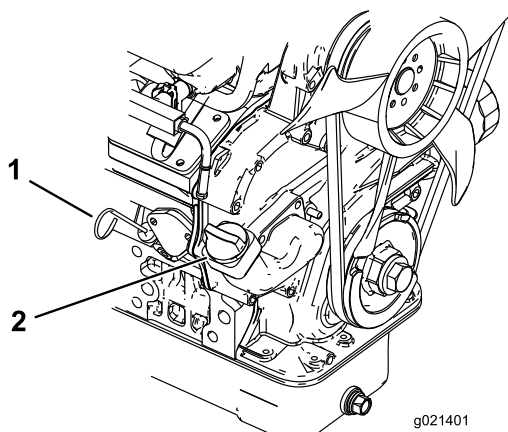

Figura 20
2. Retire a vareta (Figura 20) e limpe-a com um pano limpo. Volte a colocar a vareta no tubo e verifique se está completamente introduzida. Retire a vareta e verifique o nível de óleo.
3. Se o nível de óleo estiver baixo, retire o tampão de enchimento e adicione óleo suficiente (Figura 20) para elevar o nível de óleo até à marca Full, existente na vareta.